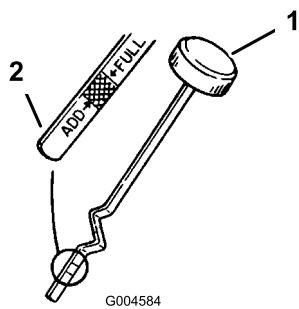

Figura 21
9. Desenrosque la varilla de aceite y límpie el extremo metálico (Figura 21).